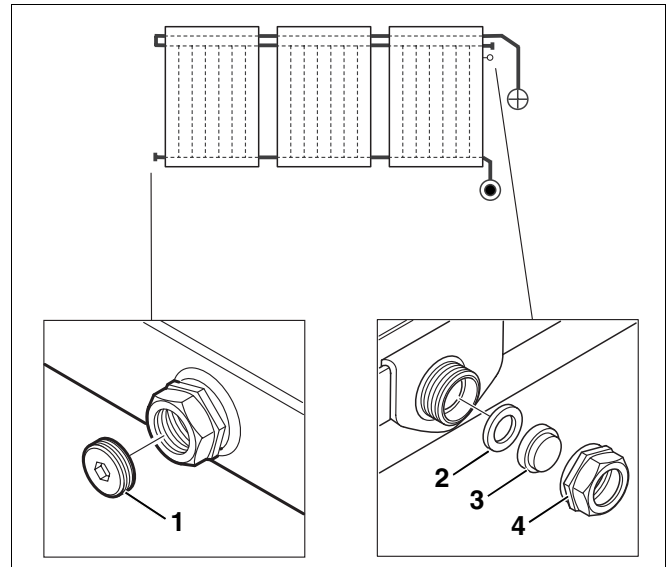

Abb. 39 Nicht benötigte Anschlüsse mit Blindstopfen versehen
- Verschließen Sie die nicht benötigten Anschlüsse der äußeren Kollektoren mit beiliegendem Blindstopfen (Abb. 39, **Pos. 1**), Verschlusskappe (Abb. 39, **Pos. 3**), Überwurfmutter (Abb. 39, **Pos. 4**) und Dichtung (Abb. 39, **Pos. 2**). Verwenden Sie den beiliegenden Montageschlüssel (ggf. mit Innensechskantschlüssel SW 10 gegenhalten).